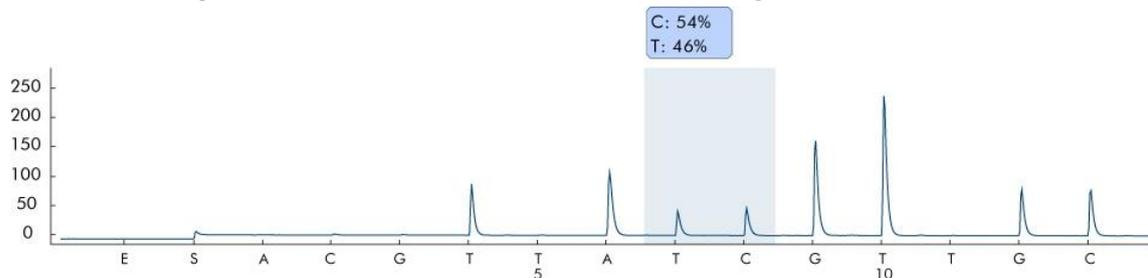

Figura 7. Pirograma de la serie analítica 2.
49. Abra la serie analítica en el software PyroMark Q24 MDx y analice todos los pocillos. El patrón de picos de la serie analítica 2 debería tener un aspecto similar al mostrado en la figura 7.